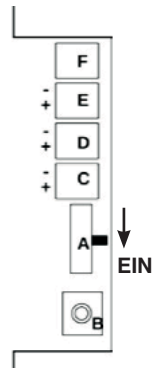

Abb. 2 (A) Startknopf
3. Öffnen Sie das Gehäuse und schieben Sie den Startknopf (Abb. 2 (A)) in Richtung des Anlern-Knopfes (B). Alle LEDs bestätigen das Einschalten durch kurzes Aufleuchten.
4. Versetzen Sie zuerst das Gateway in den Anlern-Modus (Inklusion), danach die Sirene, indem Sie einmal kurz auf den Anlern-Knopf (Abb. 2 (B)) drücken.
Der Node Information Frame (NIF) ist die Visitenkarte eines Z-Wave Gerätes. Dabei handelt es sich um ein spezielles Datenpaket, welches Informationen über den Gerätetyp sowie die Funktionen des Gerätes enthält. Inklusion und Exklusion eines Gerätes wird von diesem mit einem Node Information Frame beantwortet. Zusätzlich kann der Node Information Frame für bestimmte Konfigurationsprozesse des Z-Wave Netzes benötigt werden. Jeder Tastendruck auf den Anlern-Knopf (Abb. 2 (B)) führt zum Aussenden eines Node Information Frame.